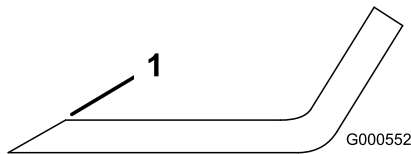
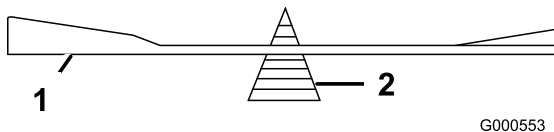

Figura 48
Figura 49
1. Utilice una lima para afilar el filo de corte en ambos extremos de la cuchilla (Figura 48). Mantenga el ángulo original. La cuchilla permanece equilibrada si se retira la misma cantidad de material de ambos bordes de corte.
2. Verifique el equilibrio de la cuchilla colocándola sobre un equilibrador de cuchillas (Figura 49). Si la cuchilla se mantiene horizontal, está equilibrada y puede utilizarse. Si la cuchilla no está equilibrada, rebaje algo el metal en la parte de la vela solamente (Figura 48). Repita este procedimiento hasta que la cuchilla esté equilibrada.